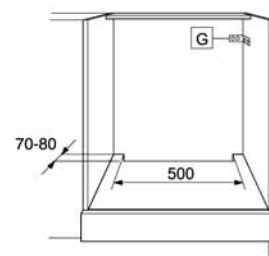

Fig. 7
- Se il mobile non è saldamente fissato alla parete, deve essere ancorato con staffe commerciali (G) (fig. 7).